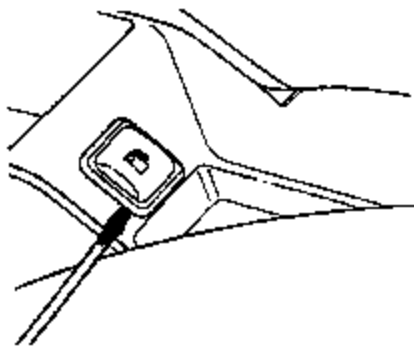

图 11-109 拆卸开关
(1) 开关的拆卸
- ①如图 11-109 所示，把起子插到开关盒后面，小心地从定位中脱开开关。
- ②断开和拔出插头。